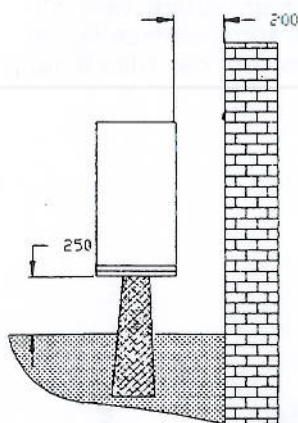
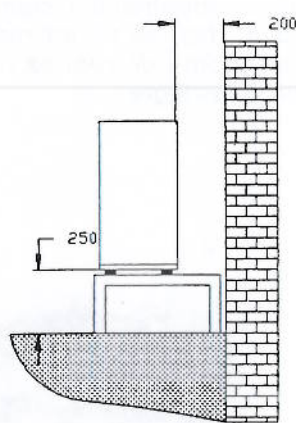

Fig. 1
Fig. 2
- * Värmepumpen installeras 200-300 mm över mark på betongplintar se fig. 1 eller markstativ se fig. 2 och 3.